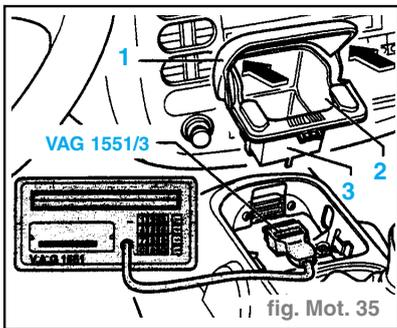

fig. Mot. 35
- Ouvrir le cendrier (3). (fig. Mot. 35)
- Pousser légèrement le volet (1) des deux côtés dans le sens de la flèche. L'insert de cendrier (2) saute légèrement en avant et peut être retiré.